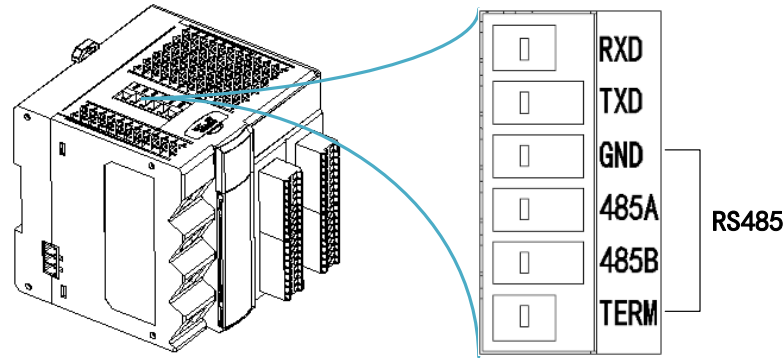

图3.19 PMC600主机的RS485接口
- RS485通信接口位于主机单元正上方，如图3.19所示。